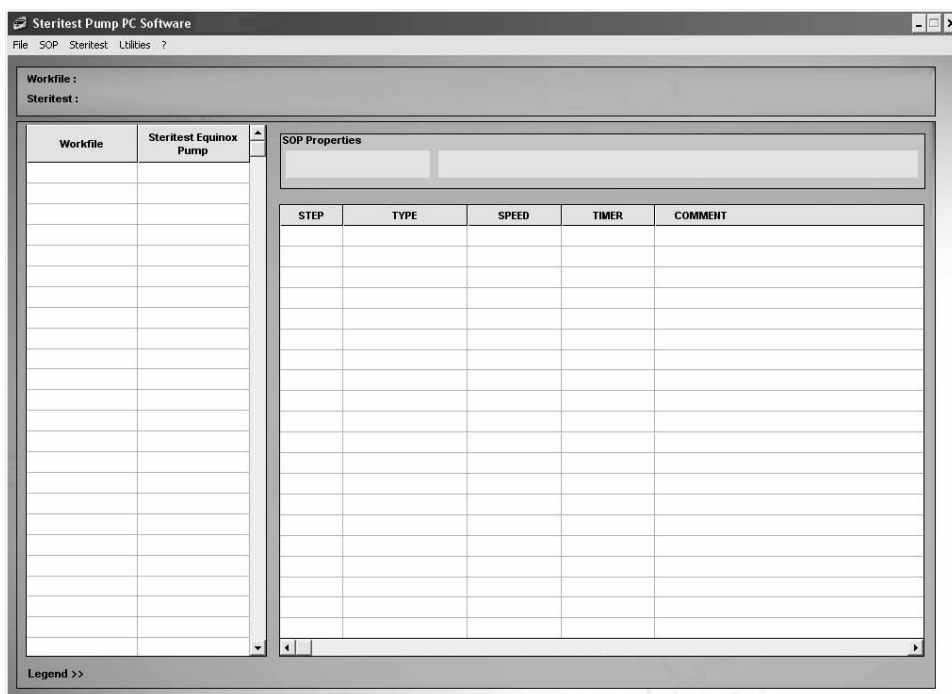

Figura 9: finestra principale del programma Steritest
4. Effettuato con successo il login, viene visualizzata la finestra principale del programma Steritest (Figura 9).